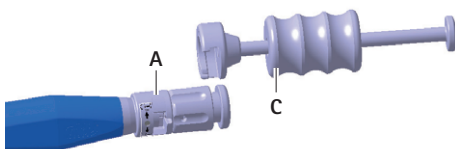

Fig. 5 Montage du marteau impacteur sur l'instrument d'insertion
- Montage du marteau impacteur **C** sur l'instrument d'insertion **A**, voir Fig. 5.
- ▶ Montage du marteau impacteur **B** sur l'instrument d'insertion **A**, voir Fig. 5.